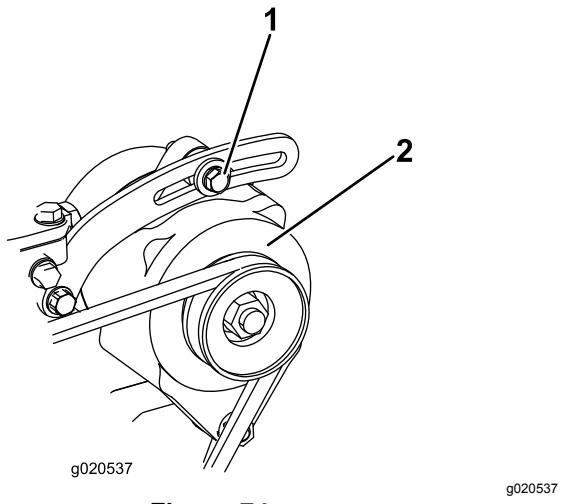

Figure 74
2. Si vous n'obtenez pas une flèche de 10 mm (3/8 po), desserrez les boulons de fixation de l'alternateur (Figure 74).